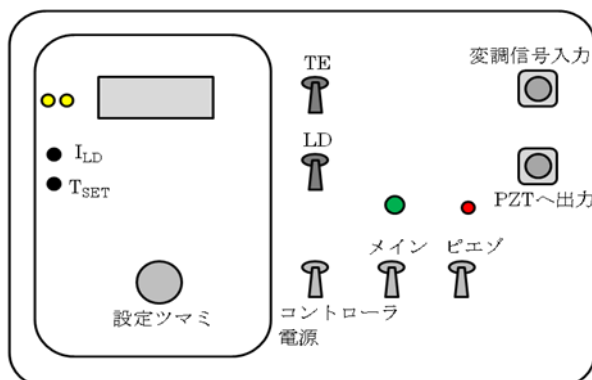

図4：温度・piezoコントローラの前面
- [2] 図4の温度・piezoコントローラのスイッチを、「メイン電源」「コントローラ電源」の順に入れる。緑のランプが点灯し、黄色のデジタル表示が点灯するはずである。
- [4] 温度コントロール (TE) のスイッチを on にする。左上の TE の黄色のランプが点灯するはずである。これにより温度制御が始まり、ペルチェ素子に電流が流れ、TACT の値は TSET の値に近づいていく。TACT の値と TSET の値が一致するまで待つ。
[1] ファンクションジェネレータ (FG) の出力が T 字の同軸コネクタにより 2 つに分けられていることを確認する。その一方をオシロスコープに接続し、もう一方は外しておく。オシロスコープの表示を見ながら、FG から周波数 3.5 Hz で最大電圧が 2.5 V、最小電圧が 0.5 V の三角波が出るように設定する。TA または教員を呼び、設定を確認してもらおう。T 字コネクタで分けた先の外しておいた方を、図 4 の温度・ピエゾコントローラの「変調信号入力」に接続する。